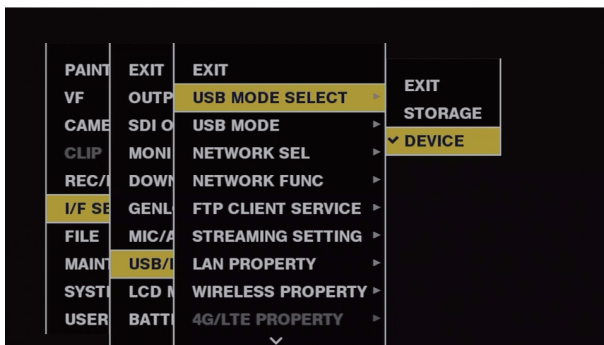

図 3
**2** メインメニュー → [I/F SETUP] → [USB/LAN] → [USB MODE SELECT] で [DEVICE] に設定する。(図 3)